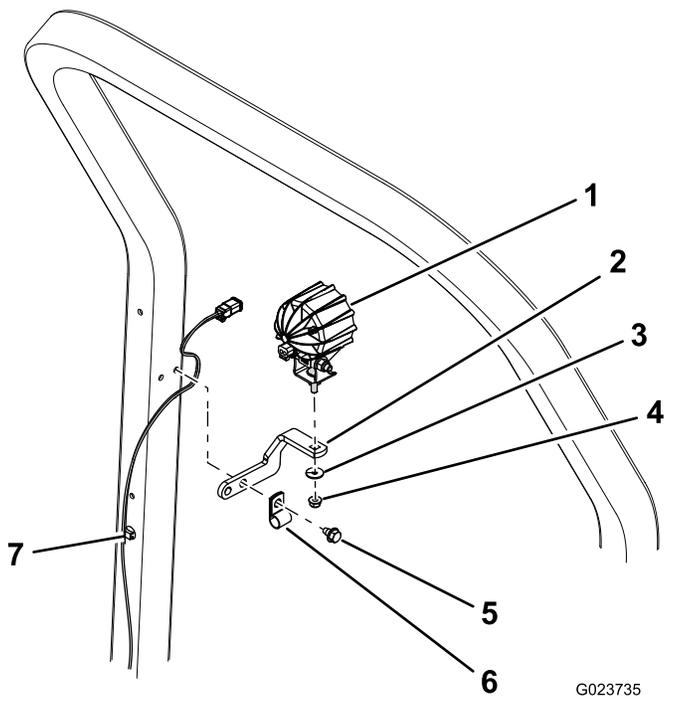

Figura 8
19. Enrute la sección trasera del arnés de cables hacia arriba por el poste del ROPS, e inserte el anclaje del arnés en el taladro de poste (Figura 8).
20. Coloque la abrazadera en R sobre el arnés (Figura 8).
21. Monte el soporte de la luz y la abrazadera en R en el poste del ROPS con dos tornillos autorroscantes (5/16 x 3/4 pulgada) (Figura 8).
22. Monte la luz trasera en el soporte de la luz con las fijaciones suministradas con la luz (Figura 8).